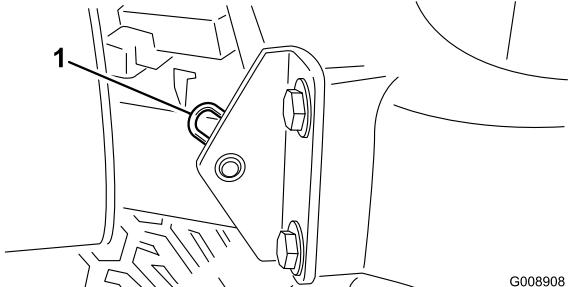

Figura 43
2. Rimuovete la coppiglia di fissaggio del perno del cofano sulle staffe di montaggio (Figura 43).